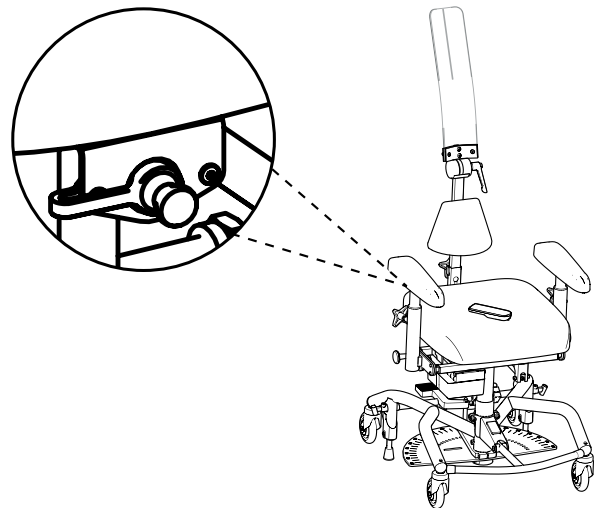

Abb. 2.4. Anschluss des Steckers an die Ladebuchse unter der Sitzfläche.
1. Schließen Sie den Stecker des Ladegeräts an die Ladebuchse an, siehe Abb. 2.4. Die Ladebuchse befindet sich